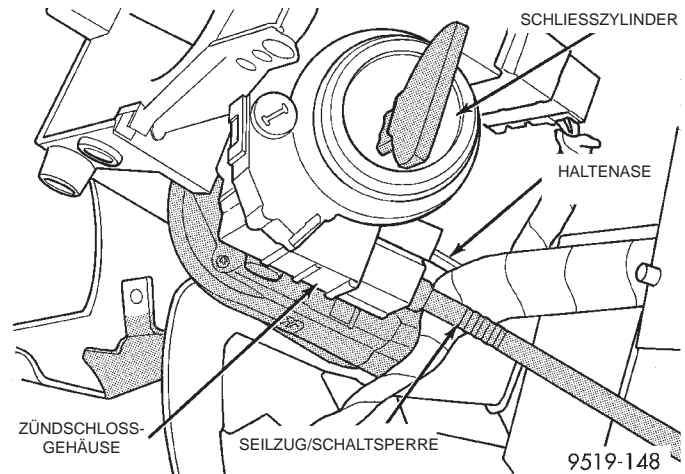

Abb. 20 Seilzug der Schaltsperre am Zündschloss
(26) Bei Fahrzeugen mit Mittelschaltung die Haltenase am Seilzug hineindrücken und den Seilzug der Schaltsperre aus der Halterung am Zündschloss aushängen (Abb. 20).
(5) **Bei Fahrzeugen mit Mittelschaltung** den Seilzug der Schaltsperre in der Halterung am Zündschloss einhängen (Abb. 20).